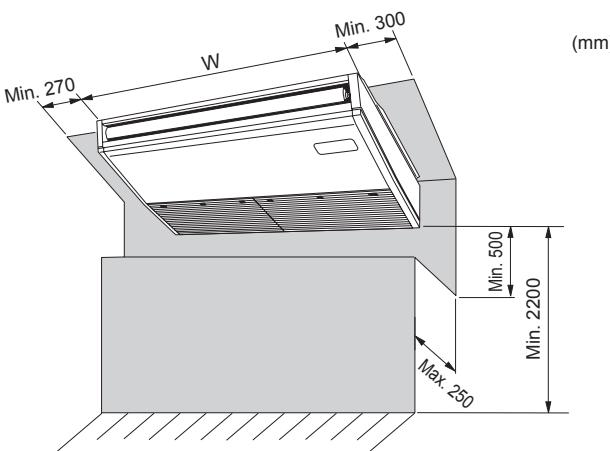

Fig. 2-1
2.1. Dış ölçüler (İç ünitesi) (Fig. 2-1)